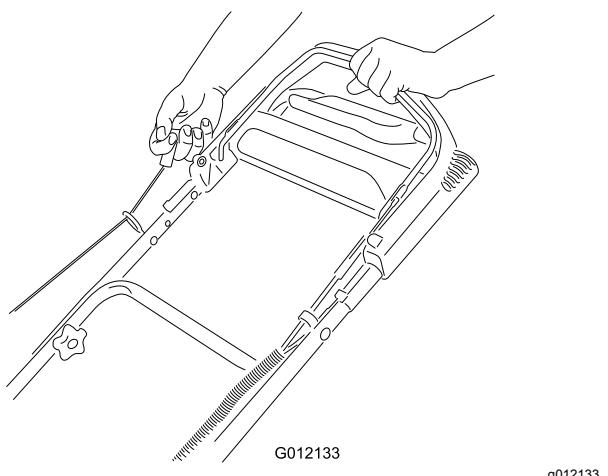

Figura 16
2. Figura 16 Tirate leggermente la maniglia di avviamento a strappo fino ad avvertire una certa resistenza, quindi date uno strappo e lasciate che ritorni lentamente al guidacavo sulla maniglia.